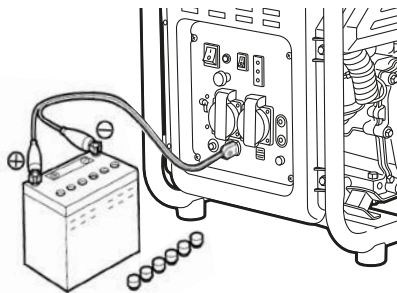

Рис. 1
2. Запустите двигатель, произведите зарядку батареи, во время использования генератора для зарядки батареи не оставляйте его работу без присмотра (Рис. 1).